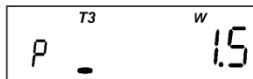

Рисунок 4.11
- прогнозируемая отпущенная активная мощность (отображается мнемоникой "**W**" и маркером "⏏"). Только для двунаправленных счетчиков (рисунок 4.11):